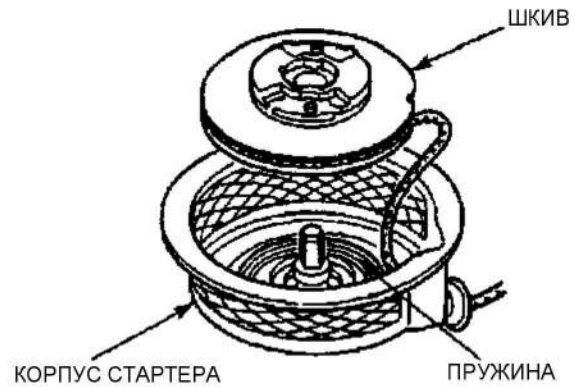

Рис. 81
- (4) Снять шкив с корпуса стартера, как показано на Рис. 81.